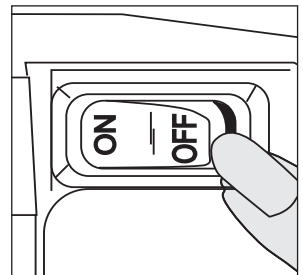

Figure 1
3. S'assurer que l'interrupteur principal est dans la position d'arrêt (Off) **Figure 1**. Débarrasser le cordon d'alimentation et le brancher dans une prise de courant murale appropriée (se reporter aux *Spécifications*). Brancher les modèles 5650H et 4650D dans une prise
1. Veiller à ce que l'interrupteur principal soit en position arrêt (OFF) (**Figure 1**) et dérouler le cordon d'alimentation.
9. Mettre l'interrupteur principal sur la position de marche (On) **Figure 1** pour démarrer le compresseur.